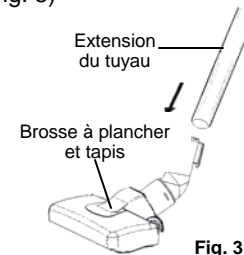

Fig. 3
3. Poussez l'extension du tuyau inférieur dans la brosse à plancher et tapis. (Fig. 3)